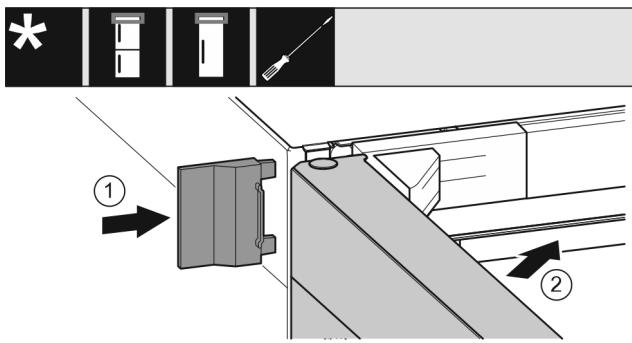

Fig. 21
- 插入外盖。Fig. 21 (1)
- 关闭冰箱上方门。Fig. 21 (2)